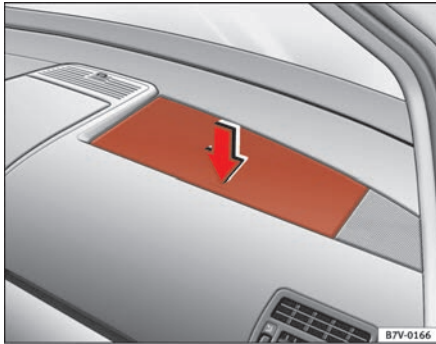

Abb. 100 Ablagefach oben rechts in Instrumententafel
**Zum Öffnen** in Pfeilrichtung ⇒ Abb. 100 drücken. Das Ablagefach wird durch Federwirkung geöffnet.